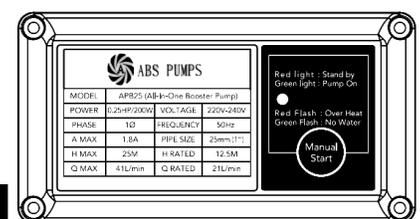

Fig 2
- Instalación donde la bomba está por encima de la fuente de agua (elevación por succión), si no sale agua después de 2 minutos de funcionamiento de la bomba, presione el botón de **arranque manual** que se muestra en la Fig. 2 para forzar a la bomba a que levante el agua hasta la succión donde la línea esta llena.